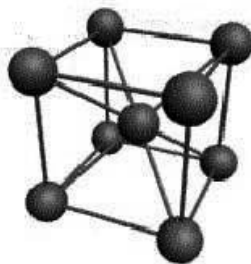

Рис. 1.
1. *Объемноцентрированная кубическая решетка* с координационным числом, равным 8 (натрий, калий, хром, ниобий, железо и др.). Атомы металла расположены в вершинах куба, а один – в центре объема. Плотность упаковки шарообразны ми ионами в этом случае составляет 68% (Рис. 1).